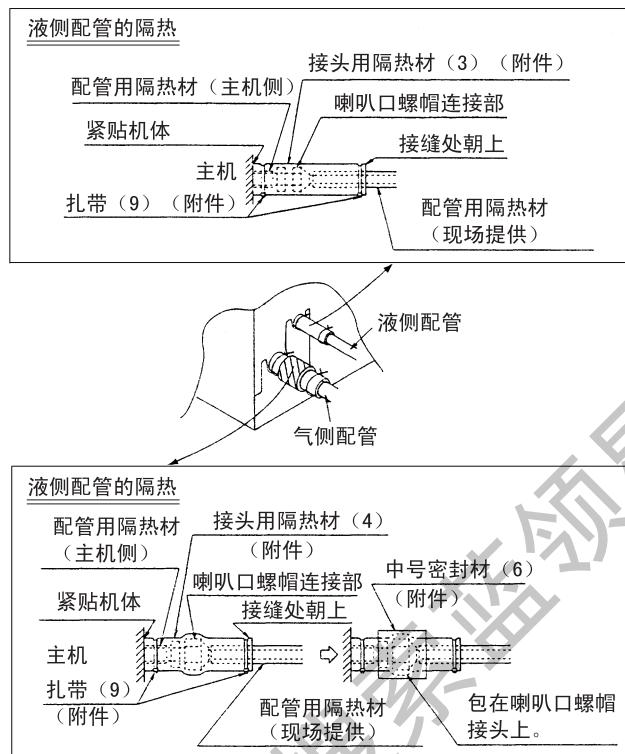

图8
3. 检查无泄漏后, 请参看图 8, 用隔热材料对配管连接部进行妥善隔热。
- 隔热施工时, 请在液侧和气侧配管上使用附带的接头用隔热材 (3) (4)。另外, 接头用隔热材 (3) (4) 的接缝处要朝上。(请用扎带 (9) 夹住两头。)
- 气侧配管处请将中号密封材 (6) 包裹在接头用隔热材 (4) 表面。(喇叭口螺帽部分)